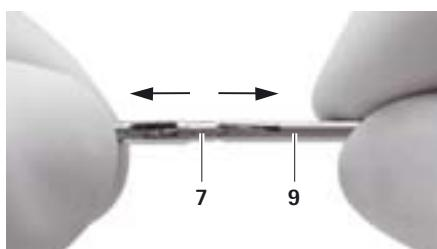

Fig. 4
- Extraer el tubo interior 9 de la pieza de trabajo 7, ver Fig. 4.